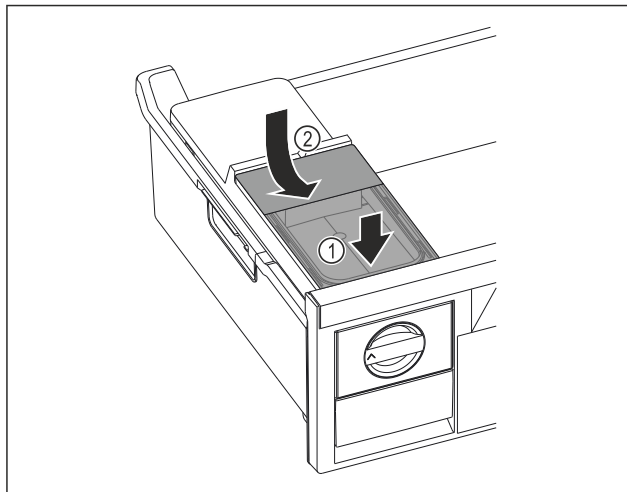

Fig. 110
- Watertank aan de voorkant plaatsen. Fig. 110 (1)
- Watertank aan de achterkant laten zakken. Fig. 110 (2)